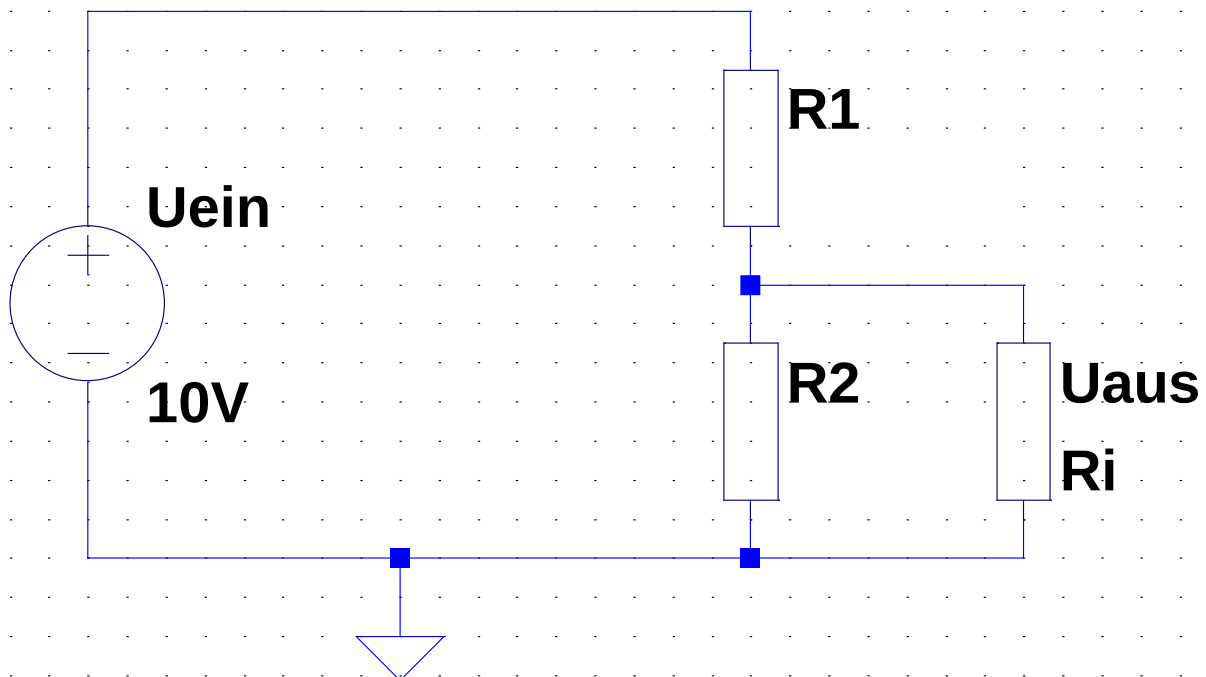

Abbildung 6 Messschaltung Innenwiderstand
- Bauen Sie die Schaltung aus Abbildung 6 auf! Achtung: „ R_i “ symbolisiert schon das Messgerät (Innenwiderstand R_i des Messgerätes!)